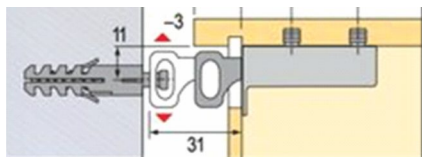

рис.1
- 3) навесить изделие на подвесной крюк (Рис.1);